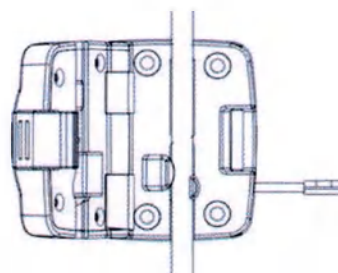

Рис. 6-19. Установка магистрали датчика воздуха
- Нажмите на стопорный фиксатор, чтобы открыть крышку большим пальцем левой руки. См. рис. 6-19